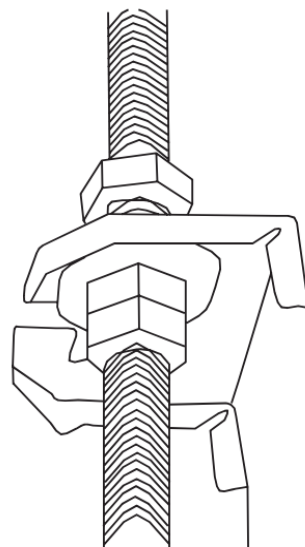

Fig. 3.9
8. Monte la unidad interior. Serán necesarias dos personas para elevar y sujetar la unidad. Introduzca los pernos de suspensión en los orificios de posición de la unidad. Fije la posición utilizando las tuercas y arandelas que se incorporan de serie. (Ver **Fig. 3.9**)